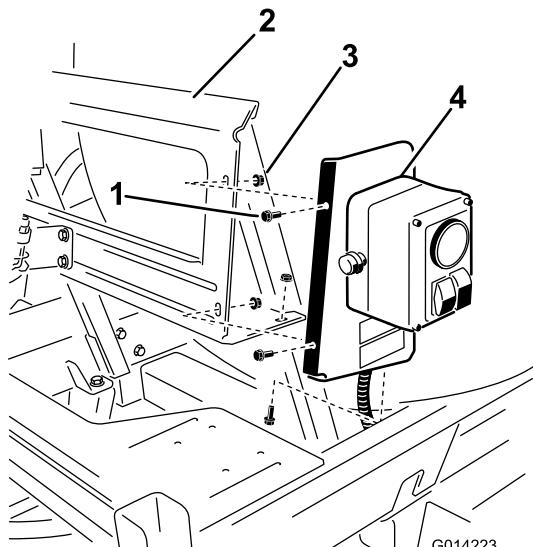

图6
2. 如图6 所示, 用 3 个螺栓 (1/4 x 5/8 英寸) 和 3 个锁紧螺母 (1/4 英寸) 将总成安装到安装支架上。